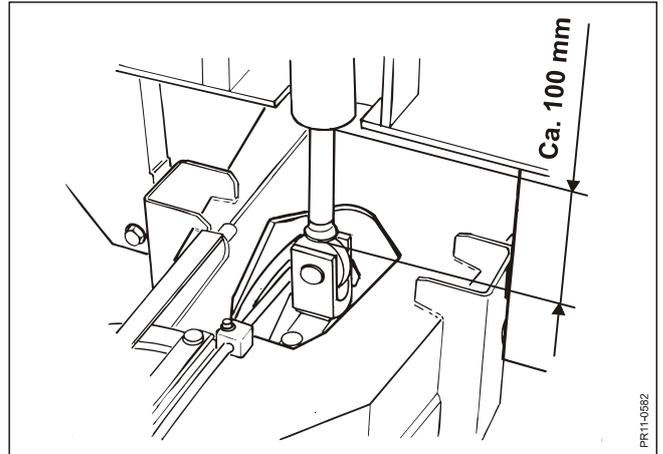

Fig. 4.2
**Fig. 4.2** El acoplamiento se debe instalar de tal manera que cuando el cilindro de ajuste del receptáculo está en su posición media, el receptáculo esté horizontal. De tal manera, se asegura que el cilindro siempre mantenga el receptáculo nivelado durante los procesos de mezclar y pesar, independiente de las condiciones del terreno.